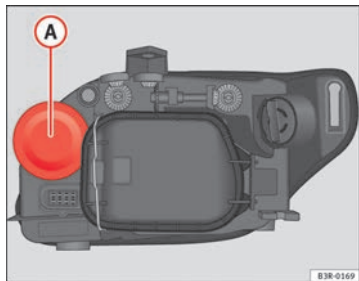

Abb. 195 Fernlicht
- Ziehen Sie die Gummikappe **A**  $\Rightarrow$  Abb. 195 ab.